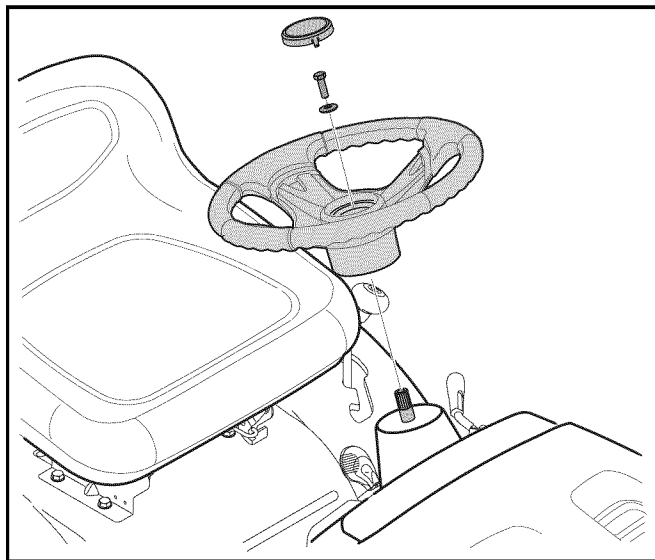

Figura 1
3. Coloque la arandela (con el lado cónico hacia abajo) sobre la flecha de dirección y sujete con el bulón hexagonal. Vea la Figura 1.